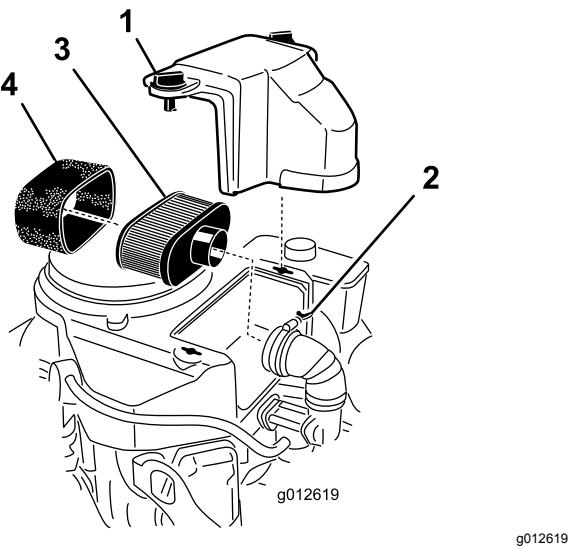

Рисунок 30
3. Очистите зону вокруг воздухоочистителя, чтобы в двигатель не попали загрязнения, которые могут его повредить (Рисунок 30).
4. Отверните ручки крышки и снимите крышку воздухоочистителя (Рисунок 30).
5. Отверните шланговый хомут и снимите узел воздухоочистителя (Рисунок 30).
6. Осторожно снимите элемент из пеноматериала с бумажного элемента (Рисунок 30).
1. Осторожно наденьте элемент из пеноматериала на бумажный элемент воздухоочистителя (Рисунок 30).
2. Установите воздухоочиститель в сборе на его основание и закрепите с помощью 2 барашковых гаек (Рисунок 30).
3. Установите на место крышку воздухоочистителя и затяните ручкой крышки (Рисунок 30).
Внимание: Не следует чистить бумажный фильтр; замените его (Рисунок 30).